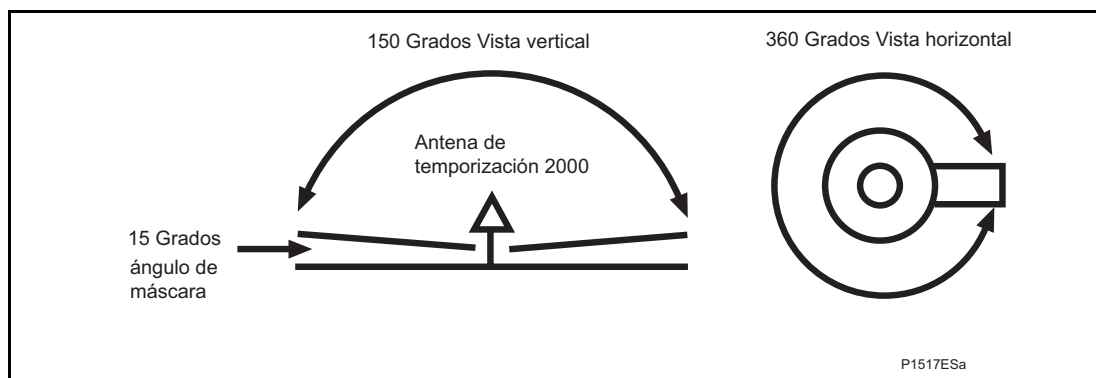

FIGURA 3: LÍNEA DE VISTA DE LA ANTENA GPS
- La antena debe montarse, de forma tal que se encuentre exactamente arriba de la línea del techo del edificio, asegurando que exista una visión de 360° horizontal y 150° vertical del cielo (ángulo de enmascaramiento máximo de 15° respecto del horizonte, véase la Figura 3). Idealmente, no deben existir obstrucciones a la vista, por ejemplo estructuras metálicas o edificios. **Bajo ninguna circunstancia la antena debe montarse debajo de la altura de la línea del techo.** Si el ángulo de enmascaramiento es mayor que 15° respecto del horizonte (es decir, si es una obstrucción grande), es necesario reubicar la antena o montarla sobre un polo de antena más largo. Cualquier obstrucción en la línea de vista de la antena puede disminuir la capacidad del P594 de proporcionar la señal de sincronización horaria requerida por el relé P545/P546.